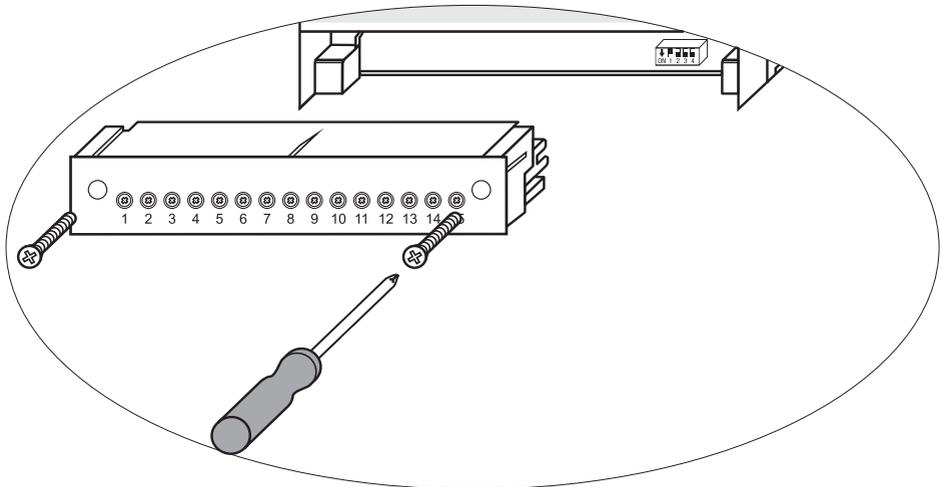

Abb. 59
- Linke und rechte Befestigungsschraube lösen. Siehe Abb. 59.